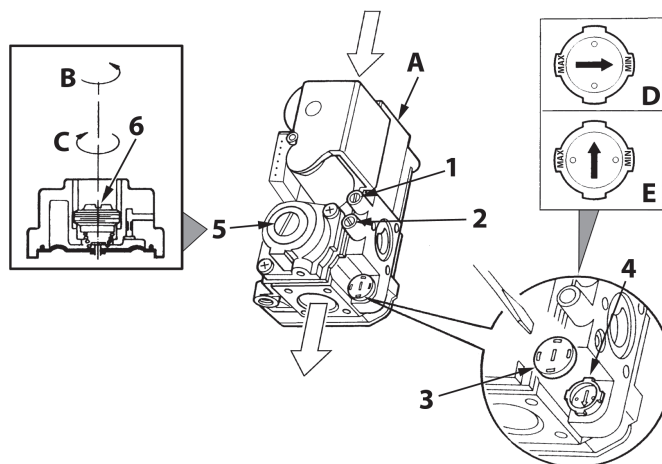

fig. 18 - Regolazione della pressione
Sulla caldaia **PEGASUS D LN** la taratura della potenza di esercizio deve assolutamente rispettare il dato riportato nella tabella dati tecnici sez. 5.3. La valvola gas viene tarata in fabbrica ed è dotata di un diaframma gas dedicato. In caso di sostituzione della valvola gas la vite di regolazione **6** (fig. 18), deve essere posta a fondo.
2. Togliere dalla valvola gas il piccolo cappuccio di protezione **3** (fig. 18). Con un piccolo cacciavite regolare lo "STEP" d'accensione per il gas desiderato (**G20-G25** posizione **D** fig. 18 oppure **G30-G31** posizione **E** fig. 18); rimettere quindi il cappuccio.
Legenda fig. 18
- Sfiatare l'aria presente nelle tubazioni del gas per mezzo della presa di pressione 1 della valvola gas (fig. 18).